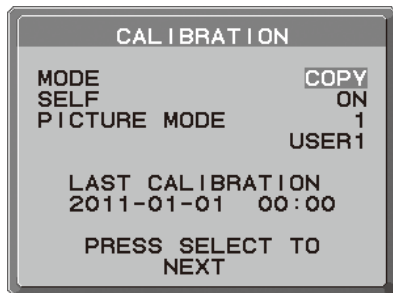

図 10
3. 液晶ディスプレイ B 上のアドバンスメニューでキャリブレーションモードを COPY にします。（図 10）